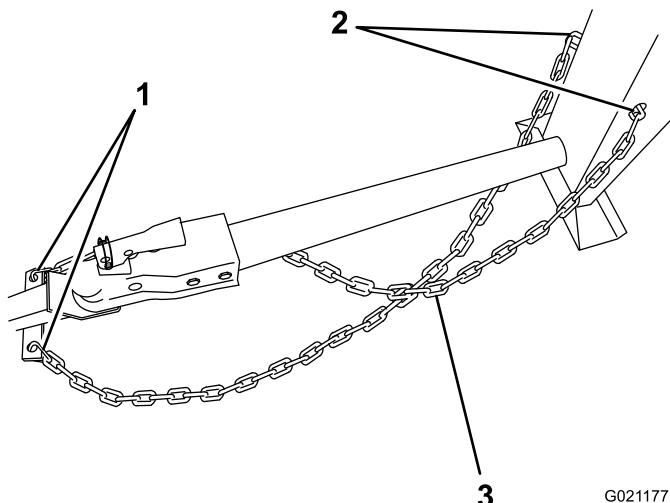

Figura 19
1. Tire de la cadena de seguridad a través de las ranuras de los orificios en forma de bocallave situados en la pata delantera de la máquina, de modo que quede suficiente holgura en cada lado para que la máquina pueda efectuar giros (Figura 19).